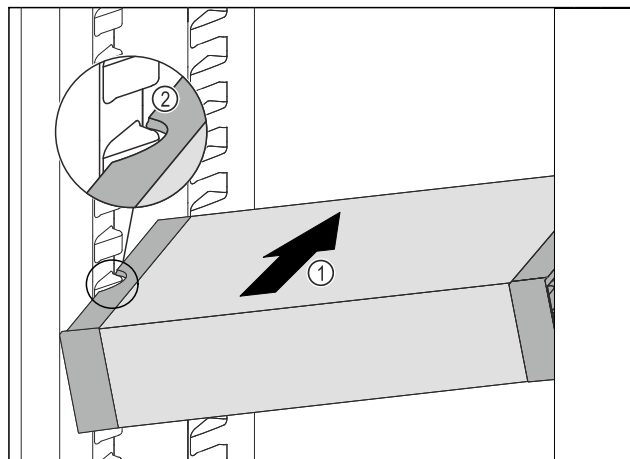

Fig. 87
- Вставити висувний ящик VarioSafe під кутом в охолоджувальне відділення Fig. 87 (1), доки бокові поглиблення Fig. 87 (2) VarioSafe не будуть розташовуватися на рівні ребра для ємності в охолоджувальному відділенні.